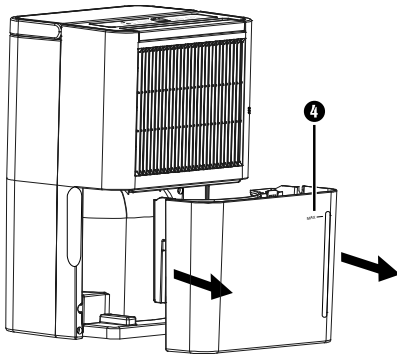

Abb. 2
- ◆ Ziehen Sie den Wassertank ④ vorsichtig an den seitlichen Griffmulden aus dem Gerät heraus (siehe Abbildung 2).